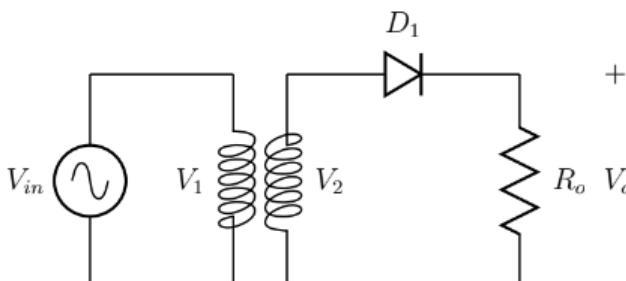
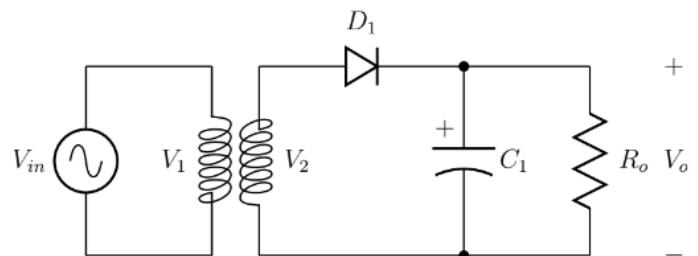

Figura 1: Retificador de meia onda
Figura 2: Retificador de meia onda com filtro capacitivo
3. Montar o circuito representado na Figura 1 na matriz de contatos. Verifique com cuidado se conectou os enrolamentos do transformador corretamente (V1 em 127 V).
7. Conectar o capacitor $C_1 = 47 \mu F$ conforme o circuito representado na Figura 2 (verificar cuidadosamente a polaridade do capacitor). Repetir as medições realizadas nos passos 5 e 6. Para obter a forma de onda da ondulação (ripple) da tensão de saída, configurar o canal do osciloscópio para acoplamento CA. Para as demais formas de onda, o osciloscópio deve ser configurado para acoplamento CC.
Após realizar todas as medições deve ser conectado o capacitor $C_1 = 47 \mu F$ conforme o circuito representado na Figura 2, em seguida deve-se realizar novamente os itens [5] e [6] da seção 2. A Tabela 5 e as Figuras 6, 7 e 8 retratam esses valores.
Com os dados obtidos no experimento prático é possível montar o circuito em um software de sua preferência para a conferência dos resultados. As figuras 12, 13 e 14, retratam o circuito da Figura 1, juntamente com os itens [4], [5] e [6] da seção 2.
Após analisarmos o circuito da Figura 1, deve-se adicionar o capacitor, que servirá como “filtro” capacitivo, armazenando cargas elétricas, até ficar completamente carregado e mantendo a forma de onda da tensão positiva. As figuras 15 e 16 retratam o circuito da Figura 2 com capacitor C1 = 47 μ F, juntamente com os itens [5] e [6] da seção 2.
Após feita a análise com o capacitor C1 = 47 μ F, deve-se alterar o capacitor para C1 = 470 μ F, com a finalidade de observar como a queda de tensão se comporta ao adicionarmos ao sistema um “filtro” capacitivo maior. As figuras 17 e 18 retratam o circuito da Figura 2 com capacitor C1 = 470 μ F, juntamente com os itens [5] e [6] da seção 2.